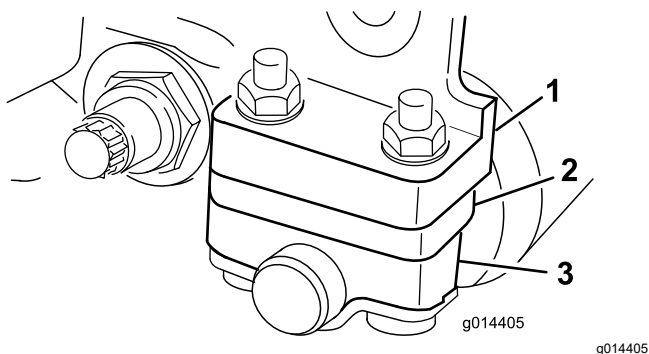

Figura 8
1. Reglați consolele rolei posterioare la intervalul înălțimii de tăiere dorite, poziționând numărul necesar de distanțiere sub flanșa de montare a plăcii laterale (Figura 8) conform Diagrame de